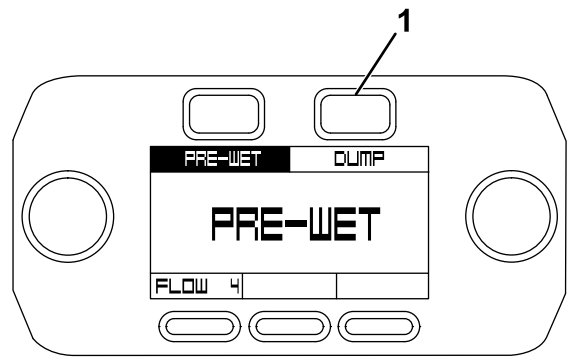

Bild 51
3. Betätigen Sie auf dem „Pre-Wet“ [Vorbenetzen]-Bildschirm die Taste „Dump“ [Entladen] (Bild 51).